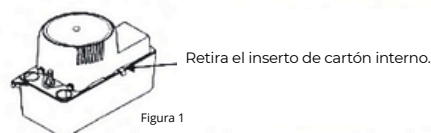

Figura 1
**INSTALACIÓN:** Antes de instalar la bomba, permite que el aire acondicionado o el refrigerador drene cualquier condensado residual. Retira el material de embalaje de cartón del interior de la bomba. Este material protege el flotador durante el transporte y debe retirarse antes del funcionamiento (ver Figura 1). Fija la bomba a las líneas de drenaje con los orificios de montaje proporcionados. La bomba debe estar nivelada y montada horizontalmente.